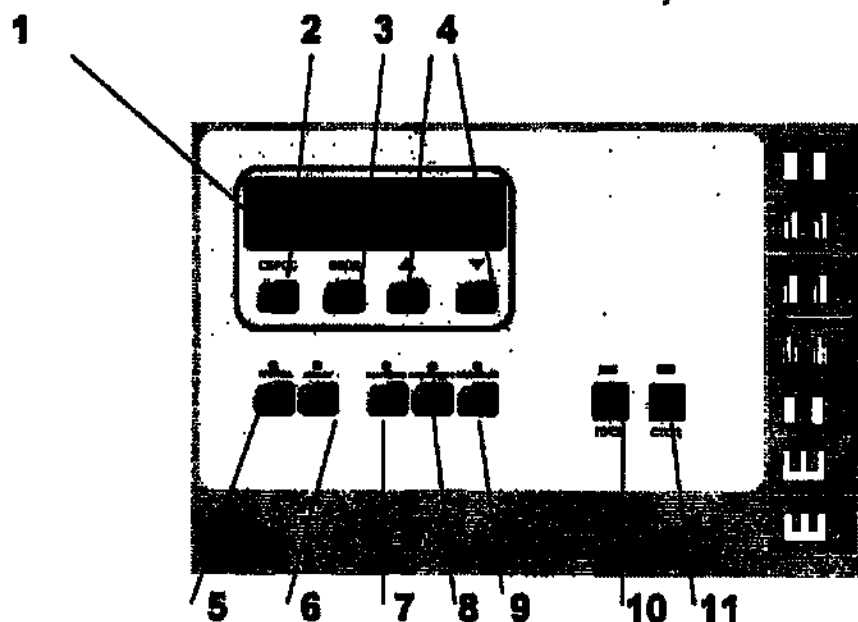

Рис.1 Передняя панель аппарата
7.3. Элементы управления и индикации состояния аппарата расположены передней панели (Рис.1.):